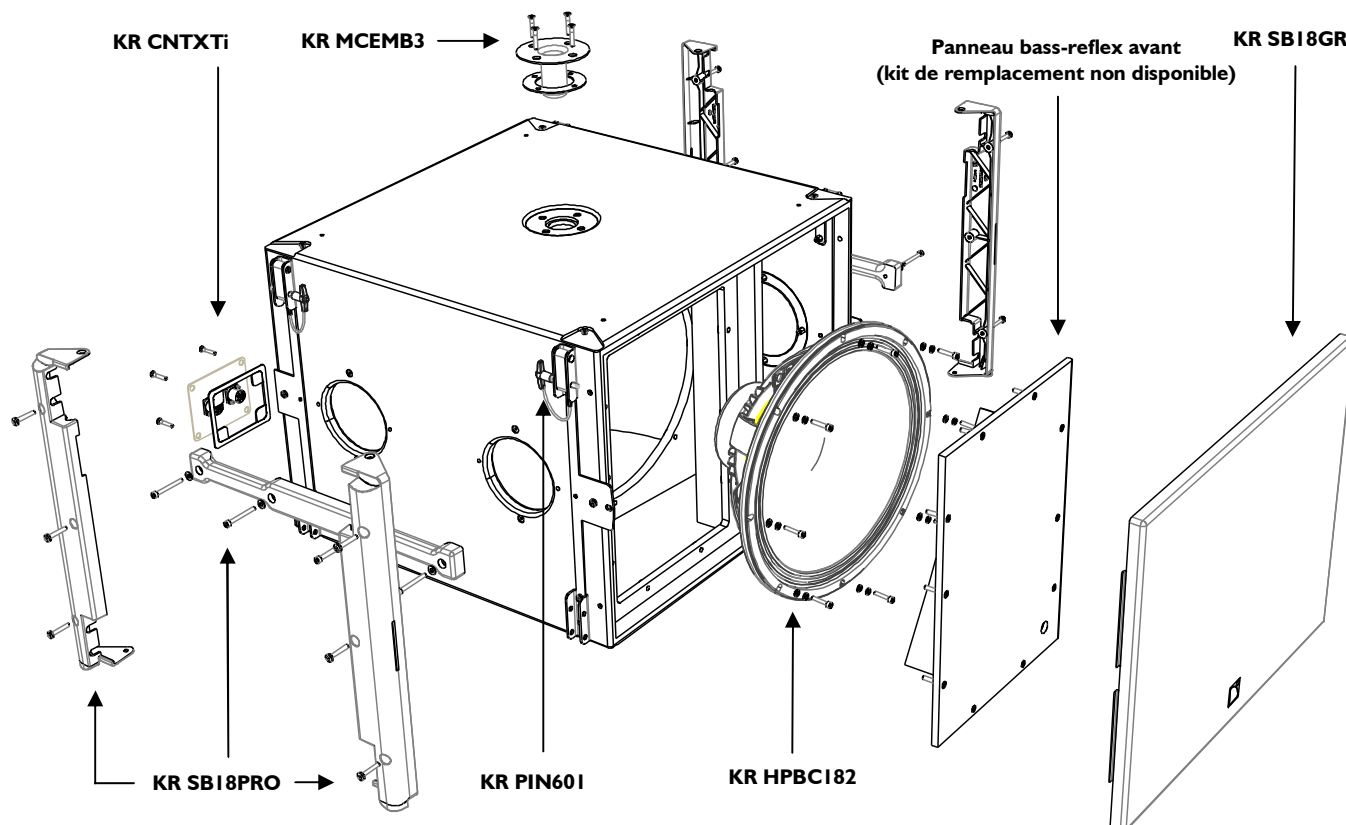

Figure 13 : Vue éclatée du SB18
Les kits de remplacement (KR) disponibles pour l'utilisateur sont représentés en Figure 13 et listés dans le Tableau 5 avec référence aux procédures de maintenance correspondantes. Le Tableau 6 comprend la liste des outils et du matériel recommandés pour la réparation du SB18 (non inclus).